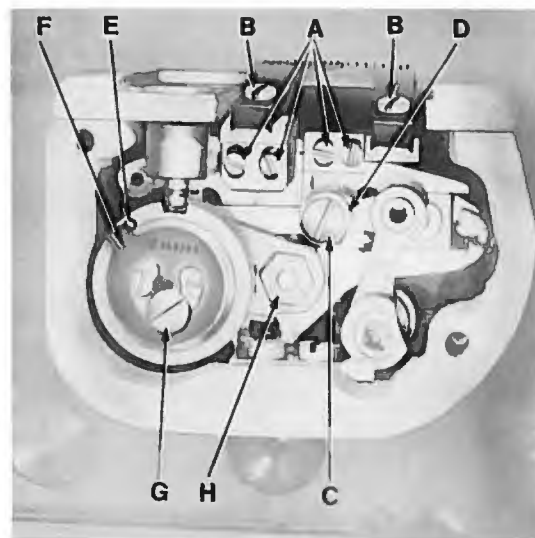

Fig. 24
This adjustment is made with screws (A, Fig. 24).
The feed dogs are centered across-the-line-of-feed to have equal clearance on all sides at the feed slots in the throat plate. For this adjustment, loosen screws (B, Fig. 24) and position feed dogs as required. Retighten screws. The differential feed dog can be set in-line-of-feed to the front or to the rear by loosening screw (C, Fig. 24) and rotating eccentric (D). Retighten screw (C).
The main feed dog can be slightly corrected in the longitudinal direction of the throat plate feed slots. Therefore loosen the nut (H, Fig. 24) and position main feed dog as required. Retighten nut (H).
Die Einstellung wird mit den Schrauben (A, Fig. 24) gemacht.
Die Transporteure werden seitlich in den Stichplattenschlitzen so vermittelt, daß sie an allen Stellen freigängig sind. Dazu löst man die Schrauben (B, Fig. 24) und verschiebt die Transporteure entsprechend. Ziehen Sie die Schrauben wieder an. Der Differentialtransporteur kann nach Lösen der Schraube (C, Fig. 24) und drehen des Exzenters (D) in Näherung vor- oder zurückgestellt werden. Ziehen Sie nach dieser Einstellung die Schraube (C) wieder an.
Der Haupttransporteur kann geringfügig in Längsrichtung der Stichplattenfenster korrigiert werden. Dazu löst man die Mutter (H, Fig. 24) und verschiebt den Haupttransporteur dementsprechend. Nach der Einstellung, ziehen Sie die Mutter (H) wieder an.